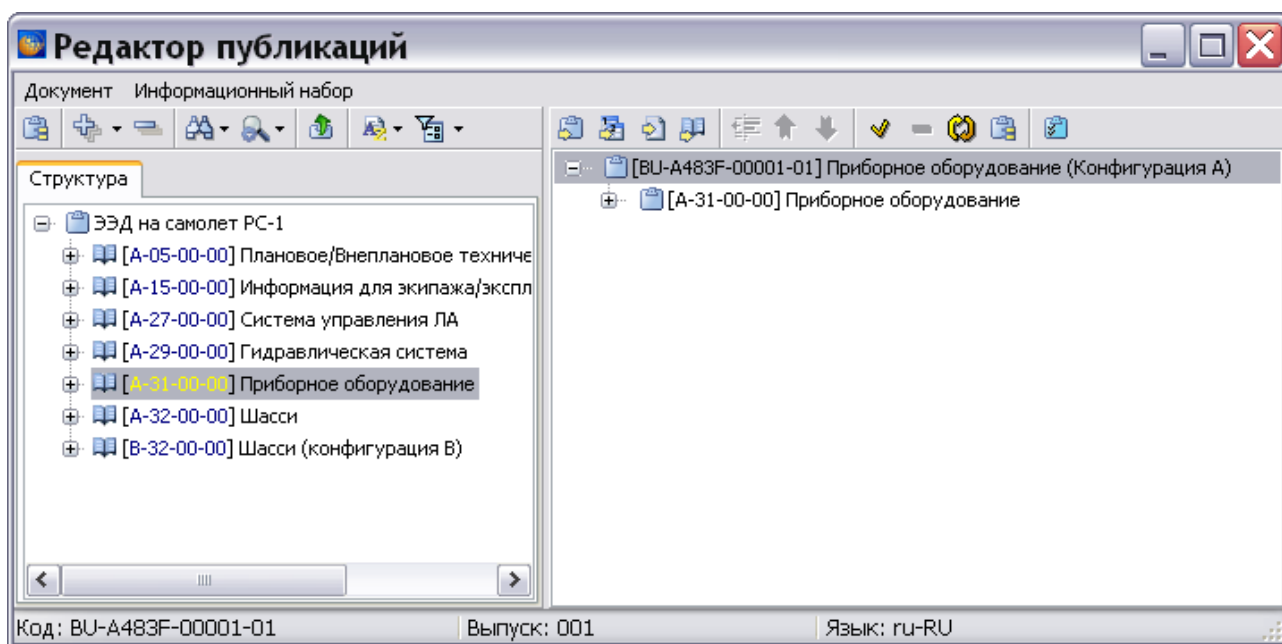

Рис. 18.26
5. Раскройте дерево публикации, нажав на крестик слева (Рис. 18.26).